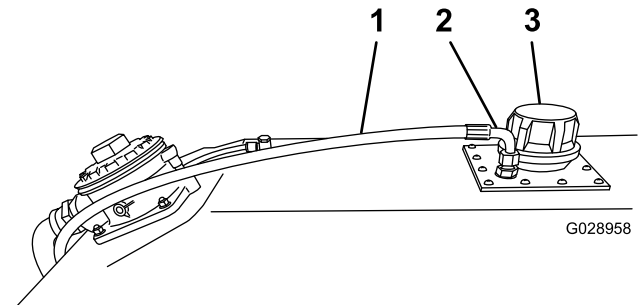

Figura 7
Nota: Para facilitar la instalación, oriente la placa de llenado con el orificio pequeño en la esquina inferior derecha (Figura 7).
3. Introduzca el pasamuros de 3/8" en la placa de llenado con el extremo más largo dentro del depósito (Figura 7).